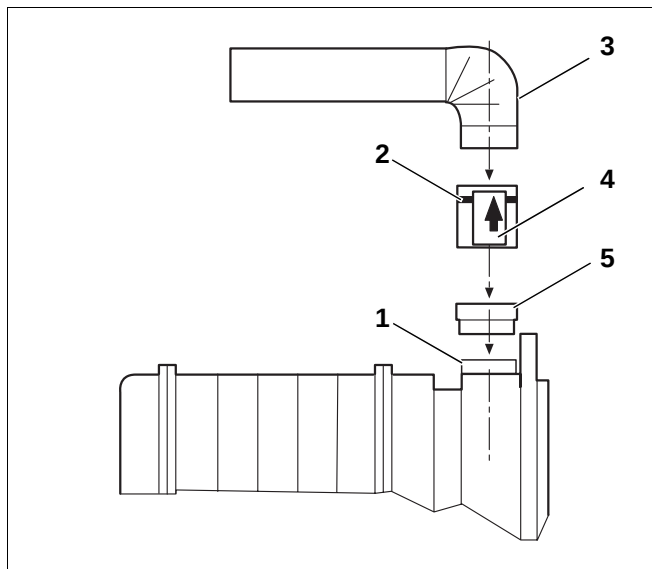

Abb. 7 Abgassperrklappe – Einbauposition
- Abgassperrklappe (Abb. 7, **Pos. 2**)
Adapter für die Abgassperrklappe (Abb. 7, **Pos. 5**)
Bauen Sie die Abgassperrklappe (Abb. 7, **Pos. 2**) senkrecht und so nah wie möglich am Abgasstutzen (Abb. 7, **Pos. 1**) ein.